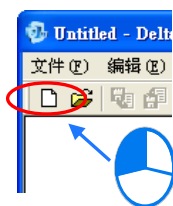

图 2-4 建立新 Config 文件
直接单击菜单工具栏的文件 (F) > 新建 (N) 或图标工具栏中的  图标建立一个新的config文件，如图 2-4。